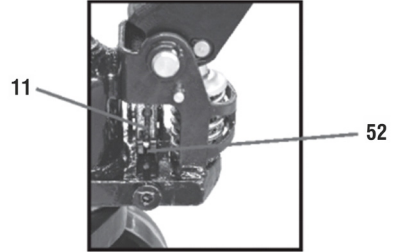

Fig. 4 – Encaixe da corrente
- c. Encaixe a ponta (pino roscado e porca 11) da corrente (10) na ranhura da haste de ajuste (52), (fig. 4).